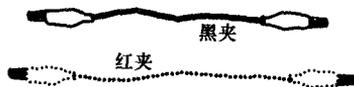

图 1-1-2 夹子线示意图
4. 如图 1-1-2 所示,中间是电线,两头分别带有金属夹子的连接导线,原著者将它称之为夹子线。在实验过程中采用它可以方便地连接各种电气元器件。